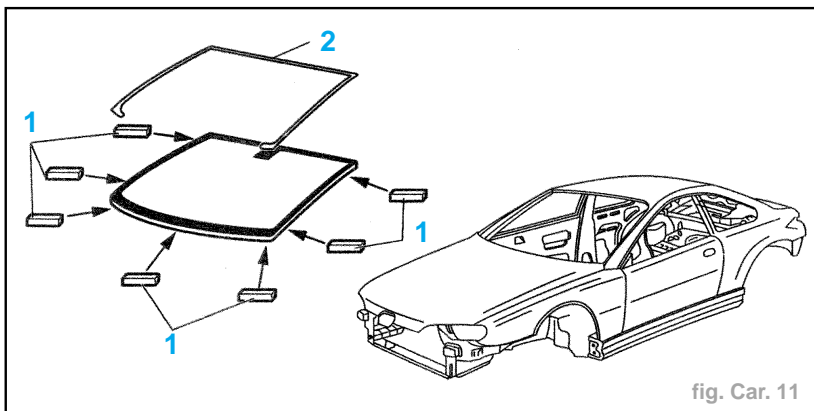
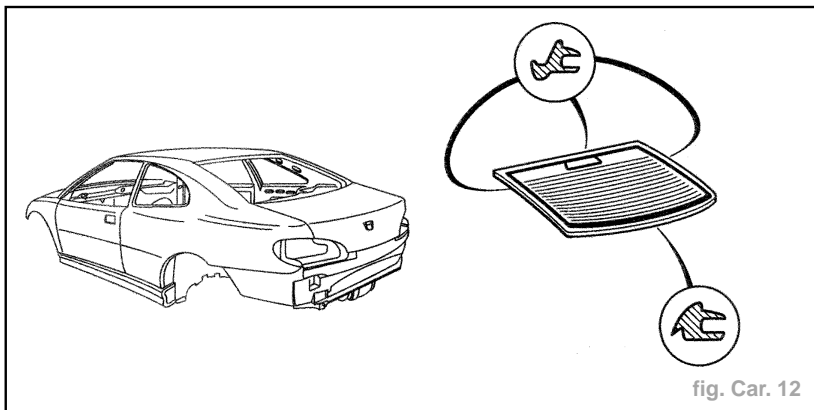

fig. Car. 11
fig. Car. 12
- Le pare-brise est collé au polyuréthane et repose sur sept cales (1) d'appui (fig. Car. 11).
- Le pare-brise est entouré d'un joint amovible (2).
- Un joint de type encapsulé est indissociable de la vitre (fig. Car. 12).